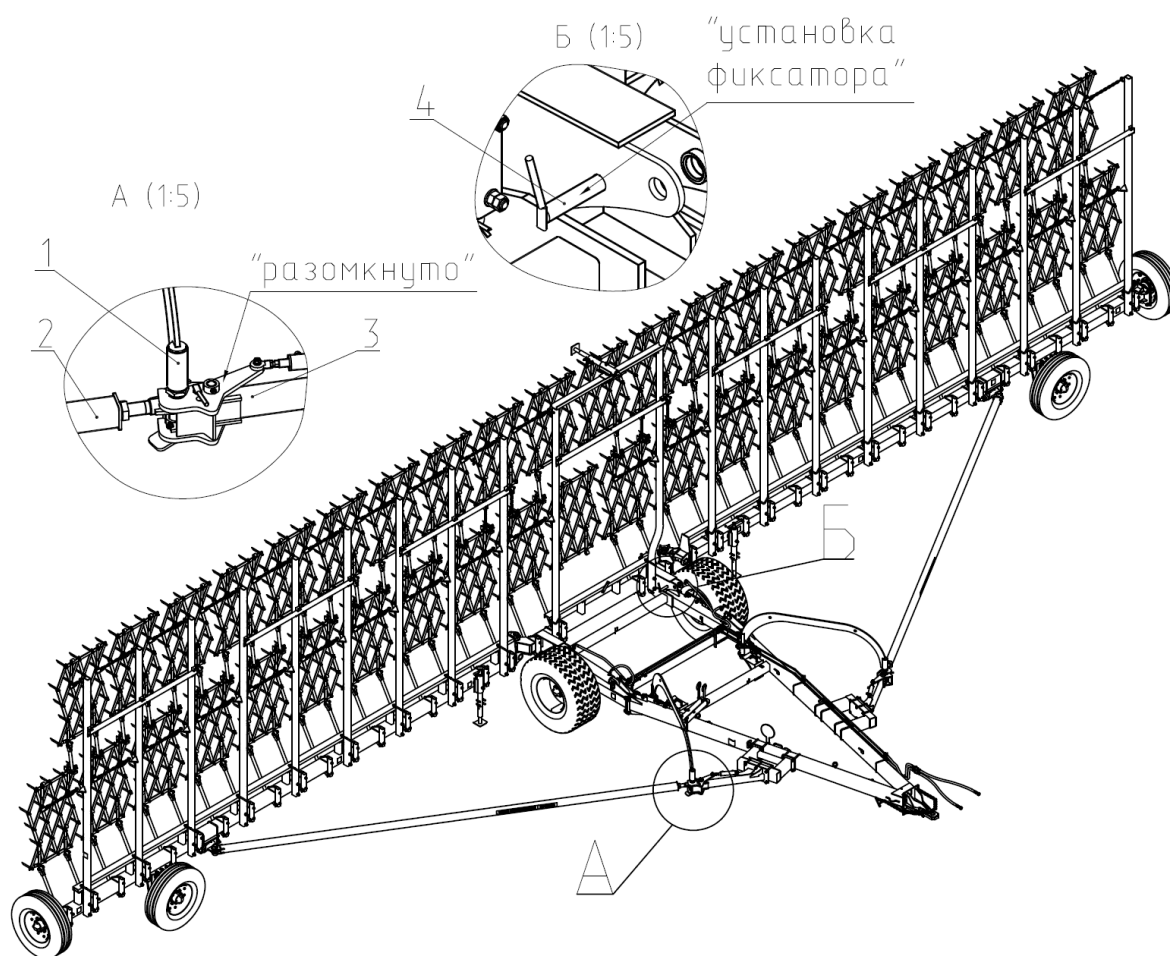

Рис.15 Подъем балок с боронами для перевода борону в транспортное положение.
7.4.2 Перевести борону в транспортное положение, повернув все балки с помощью гидроцилиндров (Рис.15).